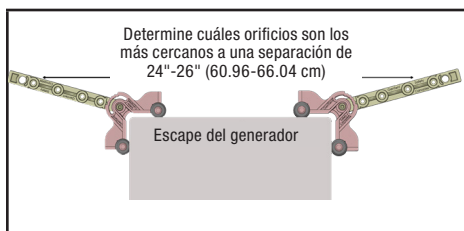

Figura 13: Busque los orificios correctos para varillas del armazón del lado del escape
- Introduzca una varilla de fibra de vidrio en el orificio del conector central lo máximo posible (Figura 13).